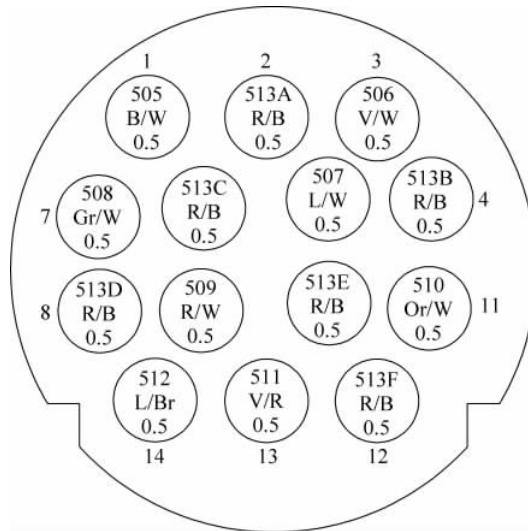

图 3-4 圆形护套孔位号编码
(3) 如顾客未指定,圆形护套孔位号编码规则(顺延编码)如图 3-4 所示。